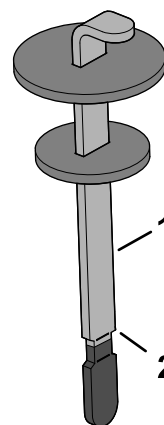

Figura 169
4. Îndepărtai joa de la buon i tergei-o cu o lavetă curată. Introducei joa în gâtul de umplere, apoi îndepărtai-o i verificai nivelul de ulei. Nivelul uleiului trebuie să se situeze între marcajele de pe joa (Figura 169).